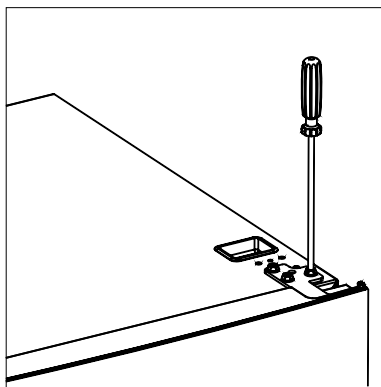

fig.8
- Deteriorarea țevii capilare de către utilizator îi anulează acestuia dreptul la garanție. (fig.8).
4. Deșurubați balamaua superioară cu un șurub, fig.8;